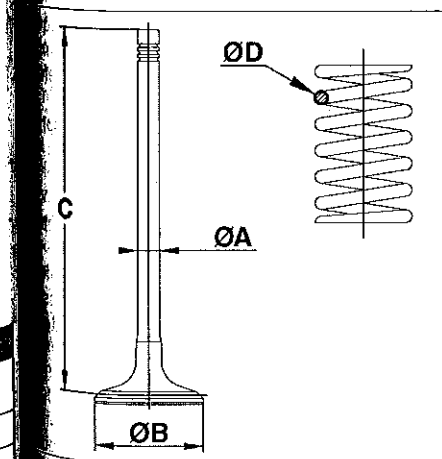

FIG.4
Diamètre (D) (Fig.4) du fil :  $3 \text{ mm} \pm 0,03$ .
### Cotes (Fig.4)